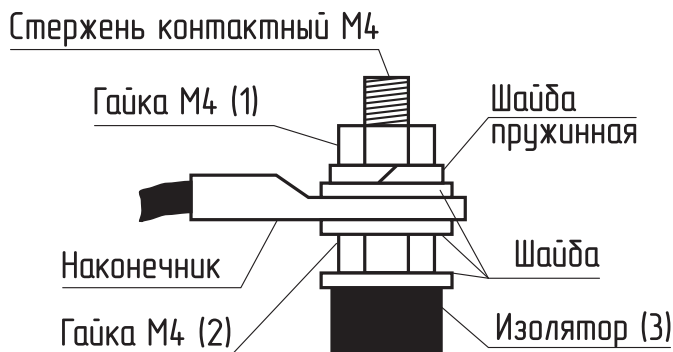

Рис.12 Присоединение проводов к выводам блок ТЭН
- Подключить фазные провода к выводам блок ТЭН согласно **Рис.12;**
- При замене блок ТЭН присоединение фазных проводов к выводам блок ТЭН производить согласно **Рис.12**. Сечение кабеля указано в **Таб.1** и **Таб.2**;
- Провод нейтрالي «N» подключить на перемычку блока ТЭН (**Рис.12**).